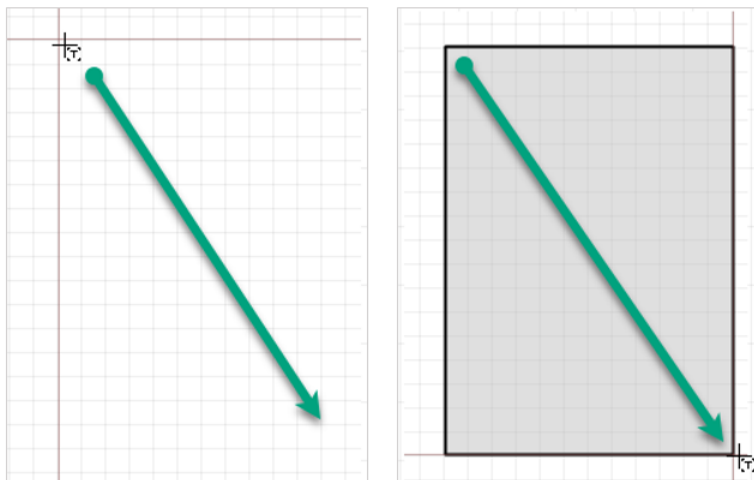

Рис. 86 Размещение колонки текста отчетов
3. Переместите курсор, см. Рис. 86.